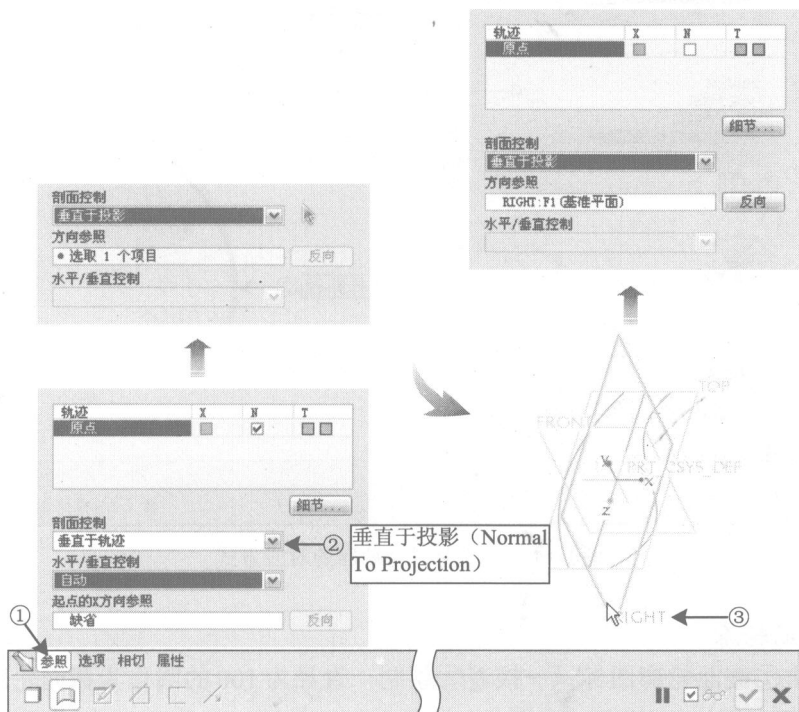

图 1-16 垂直于投影(Normal To Projection)流程
此时,说明步骤3“定义路径与截面的对应方式”阶段,剖面控制(Section plan control)选项内的垂直于投影(Normal To Projection)的操作与结果。先执行编辑定义(Edit Definition),接着选中①参照项,在剖面控制(Section plan control)下拉列表中→选择②垂直于投影(Normal To Projection);然后,此对话框会稍微变化→直接单击选择③工作窗口中的RIGHT面,如图1-16所示。